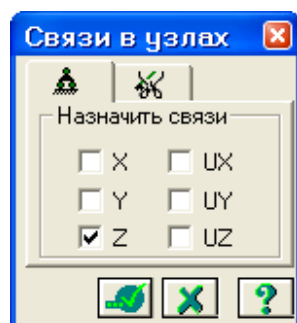

Рис.7.10. Диалоговое окно **Связи в узлах**
- С помощью пункта меню **Схема** ⇒ **Связи** (кнопка  на панели инструментов) вызовите диалоговое окно **Связи в узлах** (рис.7.10).